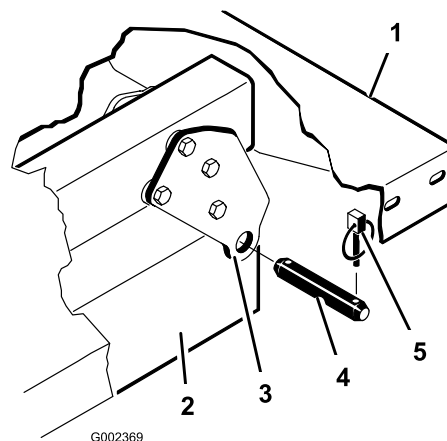

Figura 35
3. Retire os pinos de forquilha que prendem as extremidades da haste do cilindro nas placas de montagem da caixa empurrando os pinos para dentro (Figura 35).
4. Retire os pinos de sujeição e os pinos de forquilha que prendem os apoios da articulação nos canais da estrutura (Figura 35).
Nota: Verifique se as placas de articulação posteriores estão presas ao canal/estrutura do engate de forma a que os ângulos das extremidades inferiores fiquem alinhados com a parte traseira (Figura 35).
2. Coloque a plataforma com cuidado no chassi, alinhando os orifícios posteriores da placa de articulação da plataforma com os orifícios do chassi traseiro e coloque (2) pinos de segurança e pinos de sujeição (Figura 35).
3. Depois de baixar a plataforma, fixe as extremidades da haste do cilindro às respectivas ranhuras nas chapas de montagem da plataforma com um passador de forquilha e um pino de sujeição. Introduza o passador de forquilha na parte exterior da plataforma com o pino de sujeição virado para fora (Figura 35). As ranhuras posteriores são utilizadas na instalação da plataforma completa e as ranhuras frontais para a instalação da plataforma 2/3.